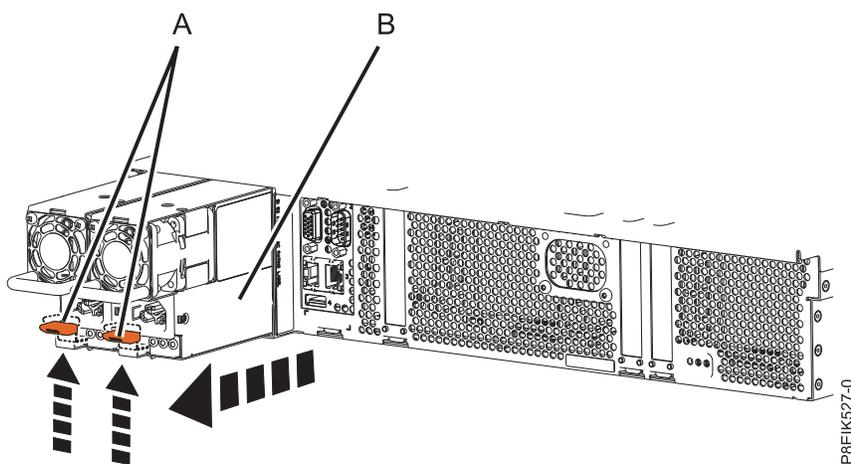

図 225. システムから電源装置を取り外す
- a. システム内の所定の位置から電源装置を取り外すには、赤褐色のロックング・タブ (A) を引き上げます。図 225を参照してください。
- b. 電源装置のハンドルを片方の手でつかみ、システムから電源装置 (B) を途中まで引き出します。